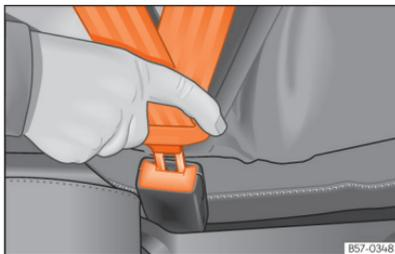

Fig. 23 Inserir a lingueta do cinto de segurança no fecho correspondente.
- Encaixe a lingueta no fecho do respetivo banco »» **Fig. 23**.